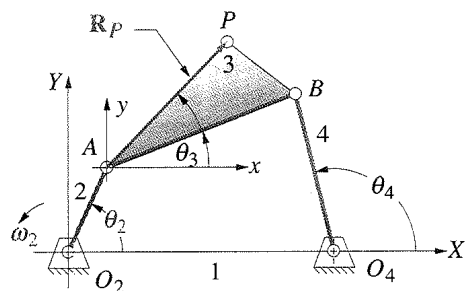

FIGURA P6-1 Configuración y terminología para el mecanismo de cuatro barras con juntas de pasador de los problemas 6-4 a 6-5
- 6-3 Repita el problema 6-2 al considerar que los puntos A y B están en cuerpos distintos que giran en torno al origen con ω 's de $-50(A)$ y $+75$ rad/s (B). Encuentre su velocidad relativa.
- *6-4 En la figura P6-1 se muestra la configuración general de un mecanismo de cuatro barras y su notación. Las longitudes de los eslabones, la ubicación del punto de acoplador y los valores de θ_2 y ω_2 para los mismos mecanismos de cuatro barras utilizados en el análisis de posición en el capítulo 4 se redefinen en la tabla P6-1, la cual es la misma que la tabla P4-1 (p. 150). Para la(s) fila(s) asignada(s), dibuje el mecanismo a escala y encuentre las velocidades de las juntas de pasador A y B y de los centros instantáneos $I_{1,3}$ e $I_{2,4}$ con un método gráfico. En seguida calcule ω_3 y ω_4 y encuentre la velocidad del punto P.